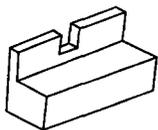

图 E-5
**Lb5E1004** 根据如图 E-5 所示立体图, 画出三面投影图。